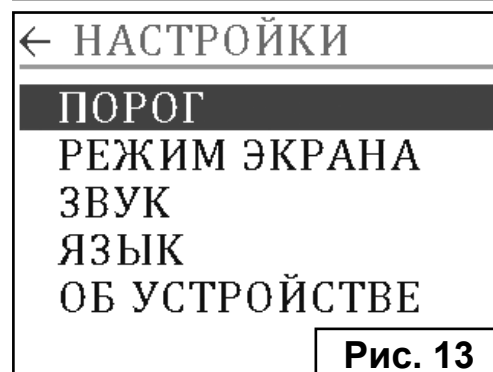

Рис. 13
2. Нажмите на пункт меню «ПОРОГ» (Рис. 13).